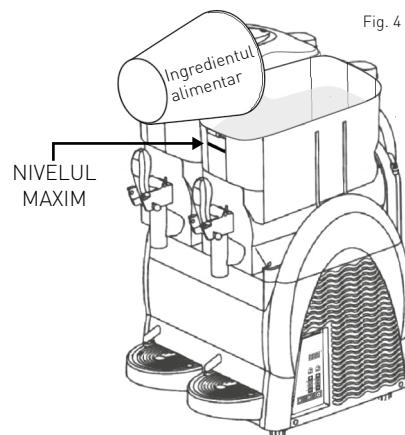

Fig. 4
- Turnați ingredientele alimentare în vasul [2] dar cu atenție să nu depășiți „NIVELUL MAXIM”. (Vezi Fig. 4). (Nu turnați lichid fierbinte pentru a evita pericolele.)